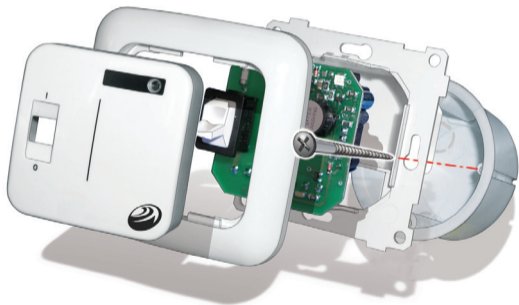

Рис.3 Установка контроллера СКПВ220В-мини в монтажную коробку
- установите лицевую крышку и нажмите на нее до срабатывания обеих защелок (рис. 3);